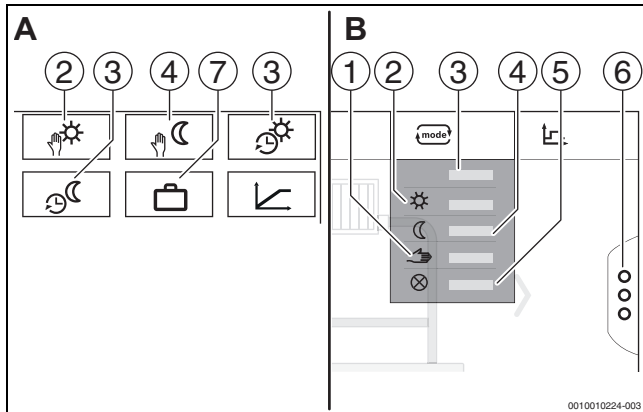
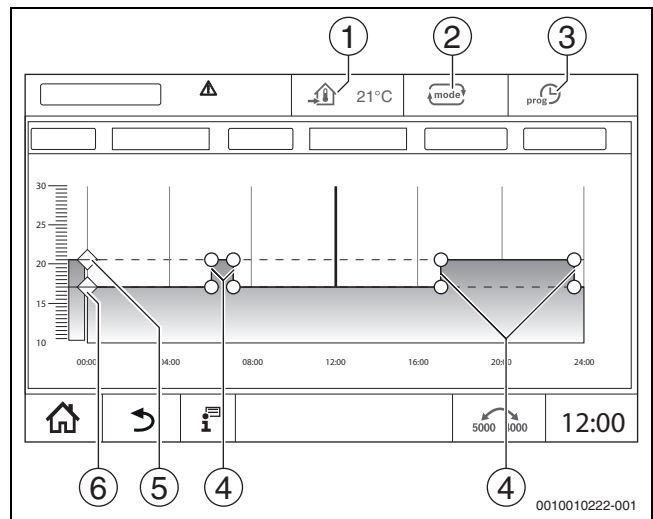

Bild 35 Ansichten Betriebsarten
Bild 36 Automatik Absenkbetrieb im Zeitprogramm ändern
Für die Betriebsarten (→ Bild 36, [2], Seite 64) und die erweiterten Funktionen (→ Bild 35, [6], Seite 35) können jeweils eigene Temperaturen und Umschaltkriterien eingestellt werden. Die Einstellungen können für jeden Heizkreis und jede Betriebsart separat vorgenommen werden.
- **Manuell Heizbetrieb** (→ Bild 35, [2])
- **Manuell Absenkbetrieb** (→ Bild 35, [4])
- **Urlaub** (→ Bild 35, [7])
Der **Automatik Heizbetrieb** wird über die Parameter in den Servicemenüs vordefiniert. Die Parameter lassen sich im Zeitprogramm ändern (→ Bild 36, [4], [5], Seite 64).
Der **Automatik Absenkbetrieb** wird über die Parameter in den Servicemenüs vordefiniert. Die Parameter lassen sich im Zeitprogramm ändern (→ Bild 36, [4], [6], Seite 64).
- ▶ Temperaturen durch Verschieben der Punkte (→ Bild 36, [5], [6]) ändern.